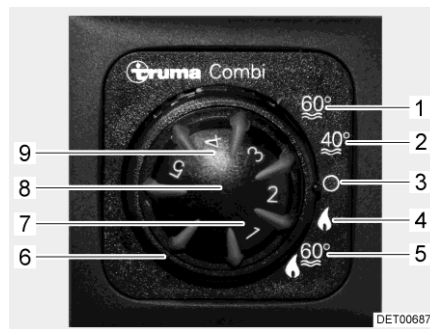

Fig. 89 Unité de commande
- Régler le mode de fonctionnement à l'aide de l'interrupteur tournant (Fig. 89,6).
En régime hiver "Chauffage et préparation d'eau chaude" (Fig. 89,5), l'eau sanitaire est automatiquement réchauffée à la mise en marche du chauffage. Lorsque le chauffage s'éteint, une fois la température ambiante souhaitée atteinte, l'eau sanitaire continue d'être réchauffée jusqu'à ce qu'elle ait la température souhaitée.
Le chauffage ne peut fonctionner en mode de fonctionnement "Chauffage uniquement" (Fig. 89,4) que si le récipient d'eau sanitaire est vide.
- Régler le bouton tournant de température (Fig. 89,8) de l'unité de commande sur la température de chauffage désirée.
- Régler l'interrupteur tournant (Fig. 89,6) en régime hiver "Chauffage uniquement" (Fig. 89,4) ou en régime hiver "Chauffage et préparation d'eau chaude" (Fig. 89,5).
Le voyant de contrôle vert (Fig. 89,7) s'allume.
- Régler l'interrupteur tournant (Fig. 89,6) sur "O" (Fig. 89,3).
- Placer l'interrupteur tournant (Fig. 89,6) de l'unité de commande (Fig. 89) sur "Régime été" (Fig. 89,1 ou 2).
Le voyant de contrôle jaune (Fig. 89,9) s'allume pendant la mise en température. La mise en température est terminée lorsque la température d'eau sélectionnée est obtenue. Le voyant de contrôle jaune s'éteint.
En cas de dérangement, le voyant de contrôle s'allume en rouge (Fig. 89,9) sur l'unité de commande (voir paragraphe 15.5).
- Placer l'interrupteur tournant (Fig. 89,6) de l'unité de commande (Fig. 89) sur "O".